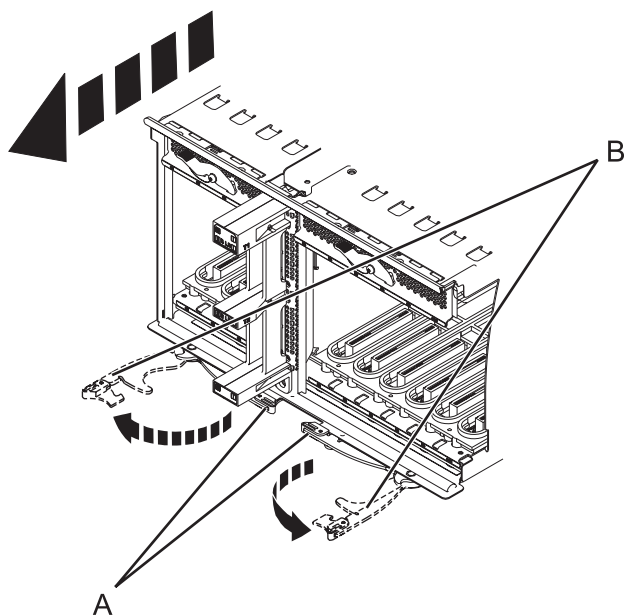

Figura 101. Extracción de la placa del sistema de E/S
12. Apriete los pestillos de liberación (**A**) y saque las palancas (**B**), como se muestra en Figura 101.